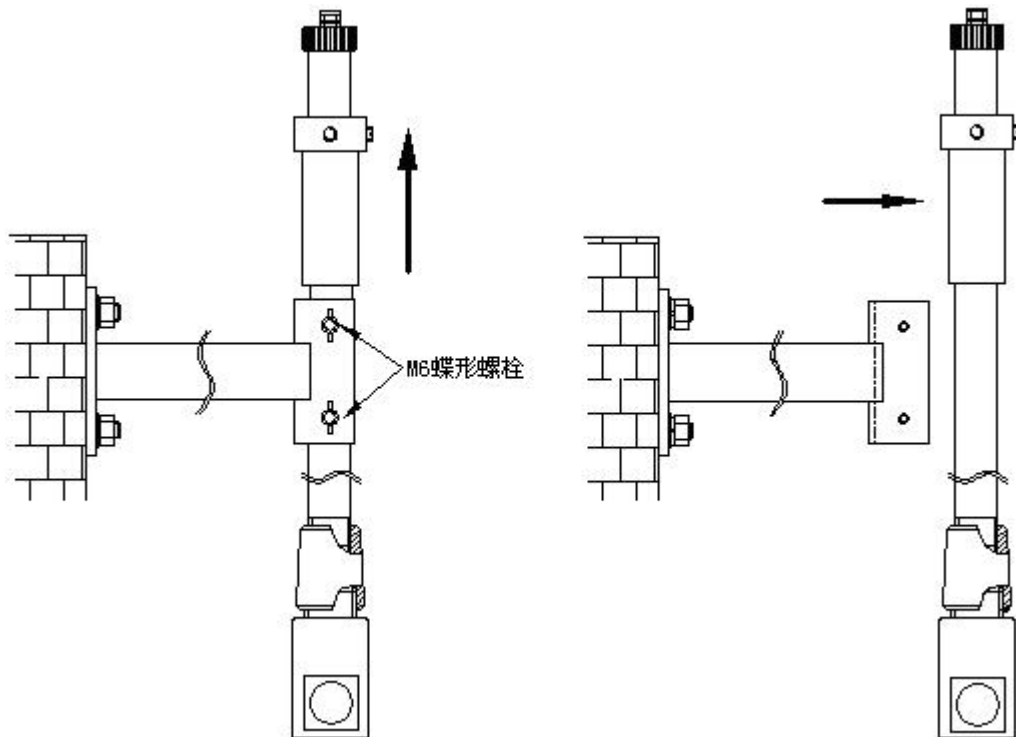

图 2-8 浸没式传感器拆卸示意图
(4) 如果需要将传感器拆下清洗，请参考图 2-8，拆卸时不需要将所有支架的零件拆下，只需要将图 2-8 中左图所示的两个蝶形螺栓拧松，然后将安装有传感器的支架向上抽出约 15cm，然后沿图 2-8 中右图所示箭头方向拿出即可。